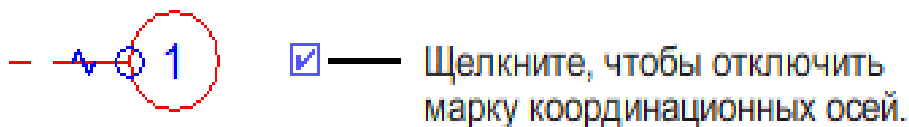

Рисунок 3.68. Флажок для включения/отключения видимости оси
3. Revit отобразит флажок рядом с маркой оси (рис. 3.68). Чтобы увидеть его, возможно, придется увеличить масштаб изображения.